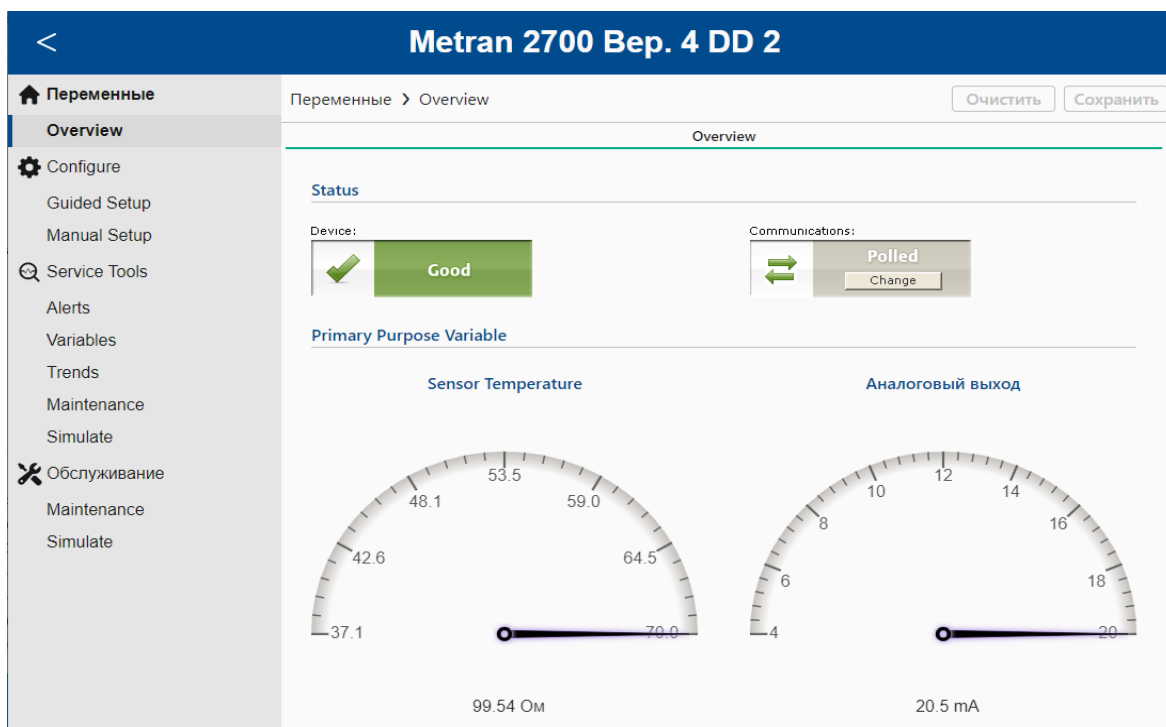

Рис. 83 Пример конфигурационного окна - серая область слева - с навигационным меню, включенным по умолчанию
**Навигационное меню** конфигурационного окна по умолчанию отображается на главном окне (рис. 83). Его можно отключить (рис. 84), применив опцию **Скрывать меню по умолчанию** в режиме работы программы «Настройки».